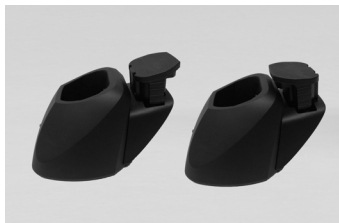

図 25
1. 図(図25)のとおり接触部分を下に向けてバッテリーを挿入します。どちらの方向からも挿入が可能です。